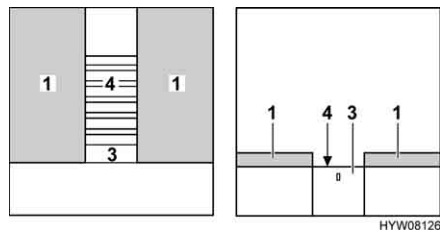

Fig. 80 Durante la trasformazione
- Estrarre completamente il telaio portamaterasso (Fig. 80,4). A tal fine estrarre la base estraibile (Fig. 80,3).